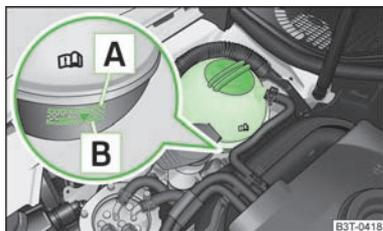

Fig. 117
Per il rifornimento si consiglia di utilizzare solamente degli antigelo che siano indicati sul serbatoio di espansione per il liquido di raffreddamento » fig. 117.
- Controllare il livello di liquido di raffreddamento nel serbatoio di espansione liquido di raffreddamento » fig. 117. A motore freddo, il liquido deve essere compreso tra le tacche [B] (min.) e [A] (max.). A motore caldo, esso può anche superare di poco la tacca [A] (max).
- Posizionare un panno sul tappo del serbatoio del liquido di raffreddamento » fig. 117 e avvitare il tappo **con cautela**.
Non riempire il liquido di raffreddamento al di sopra della tacca [A] (max) » fig. 117! Non appena si scalda, il liquido di raffreddamento in eccesso viene espulso dal sistema di raffreddamento attraverso la valvola limitatrice di pressione integrata nel tappo del serbatoio di espansione del liquido di raffreddamento.